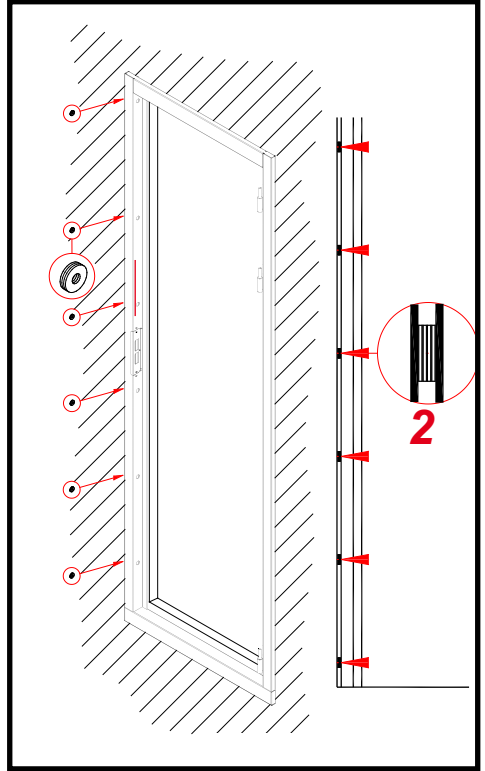

Bild 4.
3. Halten Sie das Längsprofil in dieser Position bis zur Befestigung (Bild 4).